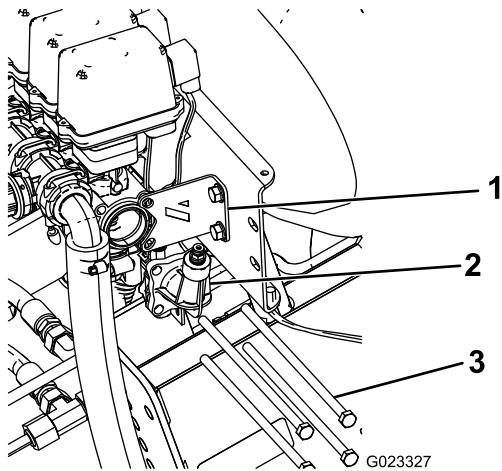

Figura 3
1. Retire as 4 barras roscadas que prendem a porta do indicador de pressão às válvulas da rampa e elimine-as (Figura 3). Guarde as anilhas planas e porcas.
2. Retire e guarde os 2 parafusos e porcas que prendem o suporte de estabilização ao conjunto da válvula (Figura 3).